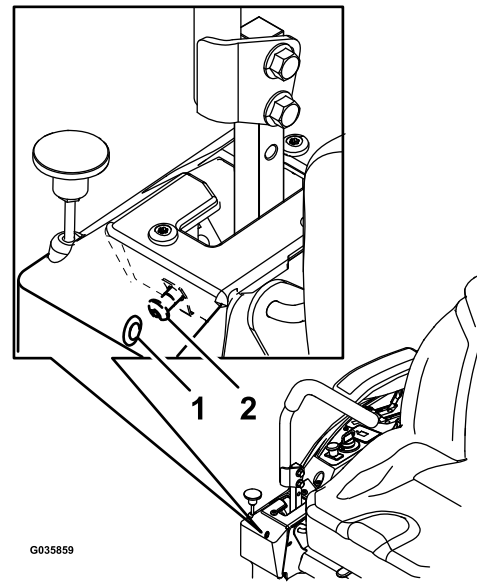

Figura 79
6. Si la máquina se desvía hacia la derecha, inserte una llave hexagonal de 3/16" a través del taladro de acceso en el panel de la cubierta delantera derecha, y gire el tornillo de dirección en el sentido de las agujas del reloj o en sentido contrario a las agujas del reloj para ajustar el desplazamiento de la palanca (Figura 79).
7. Si la máquina se desvía hacia la izquierda, inserte una llave hexagonal de 3/16" a través del taladro de acceso en el panel de la cubierta delantera derecha, y gire el tornillo de dirección en el sentido de las agujas del reloj o en sentido contrario a las agujas del reloj para ajustar el desplazamiento de la palanca (Figura 79).